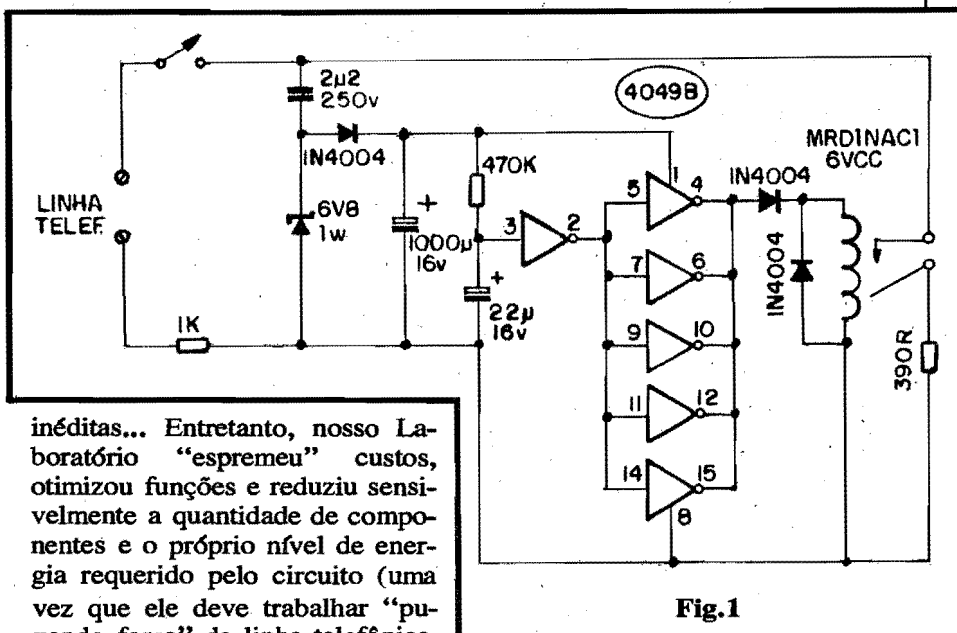

Fig. 1
- FIG. 1 - O CIRCUITO - Nem a idéia em si, nem a própria estrutura circuitual são completamente